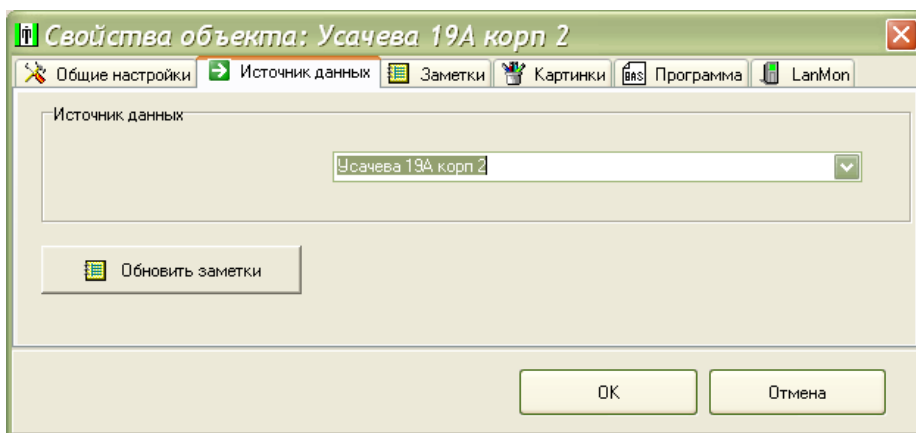

Рисунок 24
3) На вкладке «Источник данных» выбрать из списка источник данных, т.е. адрес места расположения блока БДК-3М2, БДК-4М2, к которому подключен этот БИУ-Л (рисунок 24).